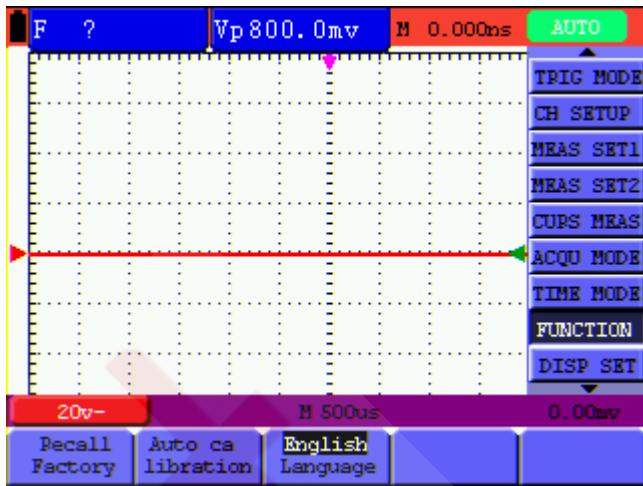

Рисунок 9. Восстановление заводских настроек осциллографа
- Нажмите кнопку **F2**, чтобы выбрать опцию «Auto calibration». Если колебания температуры окружающей среды достигают или превышают 5°C, следует воспользоваться этой функцией автоматической калировки. Но из-за тепла от дисплея и электронных компонентов прибора его функциональность не ухудшится. (см. рисунок 9)